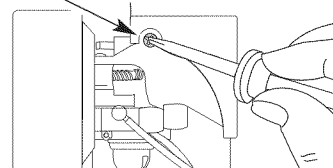

Fig. 27
La velocidad mínima del motor puede ser ajustada. Puede tener acceso al tornillo de ajuste de mínima a través de un orificio en la parte superior de la cubierta del motor (Fig. 27).
2. Suelte la palanca del regulador y deje que el motor trabaje en vacío. Si el motor se para, inserte un destornillador Phillips pequeño en el orificio de la cubierta del motor (Fig. 27).